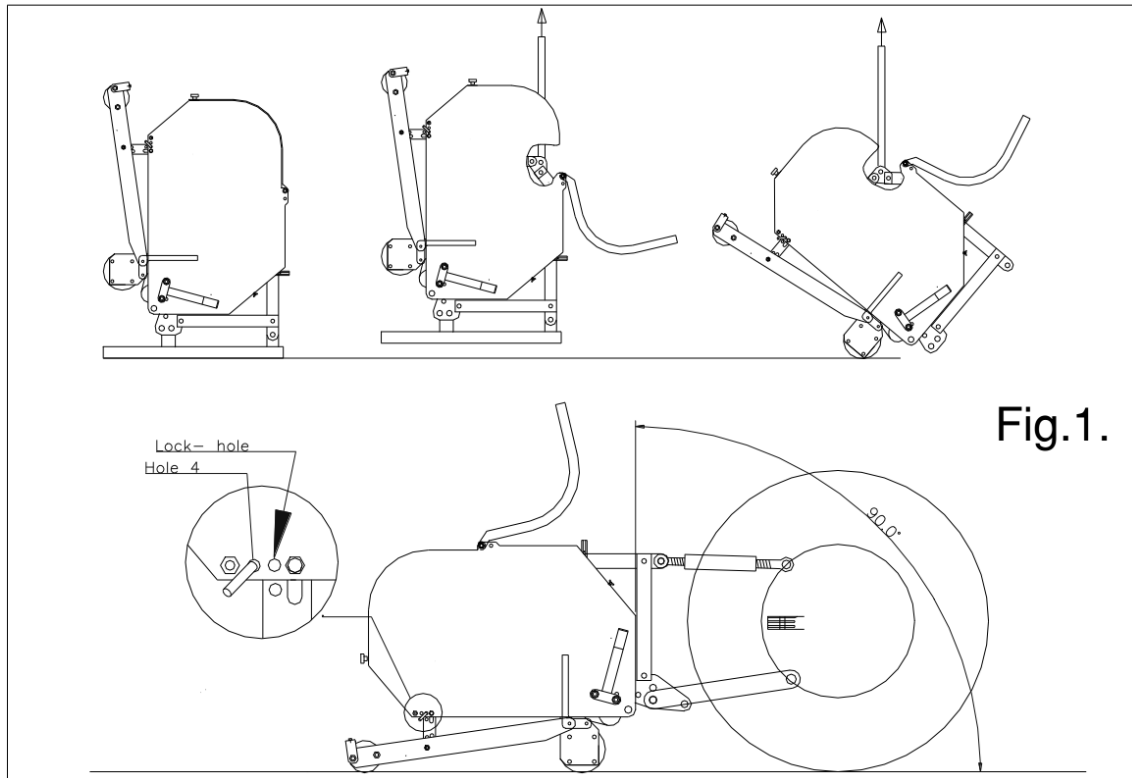

Fig.1.
Die Maschine steht senkrecht auf der Palette. Gehen Sie folgendermaßen vor, um die Palette zu entfernen und die Maschine waagrecht auf den Boden zu stellen (siehe Abb. 1):
- @ Bei der Einstellung auf 90 Grad dringen die Stifte nur dann senkrecht in den Boden ein, wenn die Maschine korrekt installiert ist siehe Abb. 1. Ist sie nicht korrekt installiert, kann eine Kraft F, siehe Abb. 5, entstehen, wodurch die Maschine beschädigt wird
- @ Wenn das VERTI-DRAIN nicht korrekt hinter dem Schlepper montiert ist, siehe Abb. 1. können unterschiedliche Zapfwellenwinkel Schwingungen in der Antriebslinie der Maschine verursachen. Diese Schwingungen können die Maschine und die Löcher im Boden beschädigen.